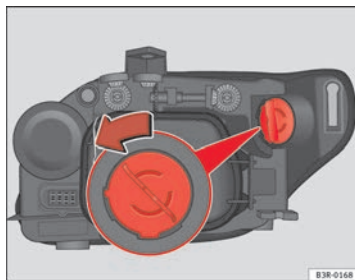

Abb. 205 Glühlampe für Blinkler
- Drehen Sie den Lampenträger gegen den Uhrzeigersinn und ziehen Sie ihn ⇒ Abb. 205 mit der Glühlampe heraus.